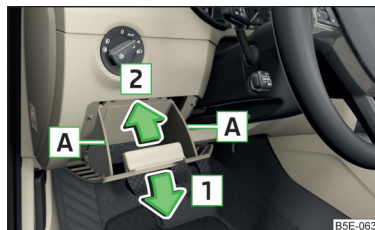

Abb. 229
- Das Ablagefach seitlich im Bereich **A** fassen und durch Ziehen in Pfeilrichtung **1** aufklappen (zum Aufklappen ist ein erhöhter Kraftaufwand notwendig) » Abb. 229.